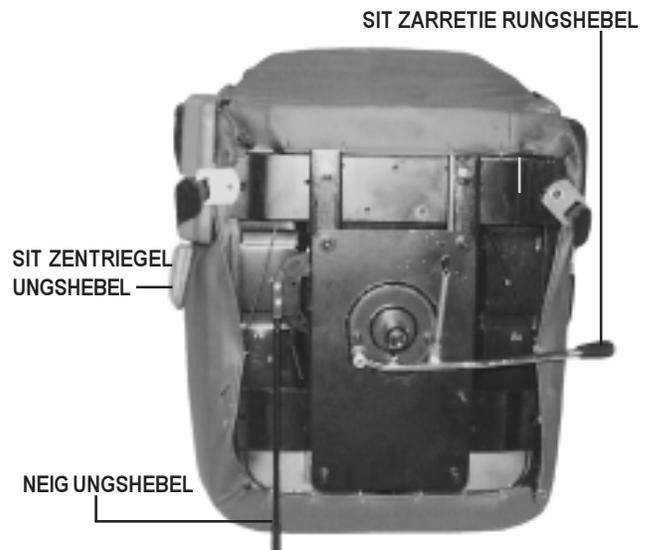

Abb. 14. Sitzeinstellungen
1. Sitzverriegelungshebel zur Seite ziehen. Siehe Abb. 14.
Ein Verriegeln des Sitzes in einer von acht Positionen ist mit dem Sitzarretierungshebel möglich. Siehe Abb. 14.
1. Neigungshebel ziehen, um die Rückenlehne zu entriegeln. Siehe Abb. 14.